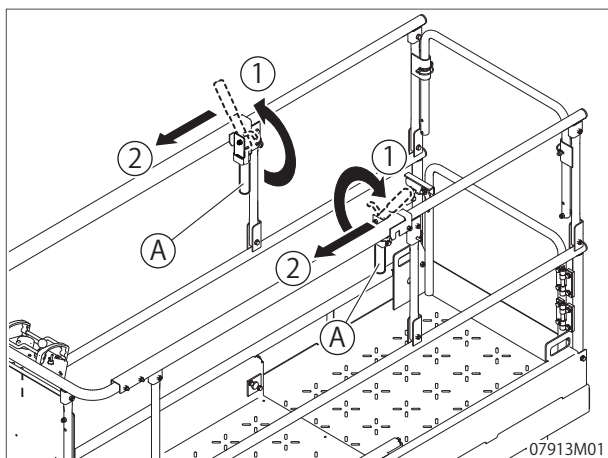

Abb. 8-6
- (1) Stellen Sie sich auf die der Plattformverlängerung gegenüberliegende Seite der Plattform. Befestigen Sie die Sicherheitsleine beim Tragen eines Anseilgurts an der dafür vorgesehenen Anschlagöse.
- (2) Drehen Sie die Handhebel (Abb. 8-6, A) auf der rechten und linken Seite des Sicherheitsgeländers ganz nach innen (Abb. 8-6, 1).
- (3) Dadurch wird die Verriegelung der Plattformverlängerung gelöst.
- (4) Ziehen Sie während der Betätigung der Handhebel die Verlängerung ganz aus. (Abb. 8-6, 2)